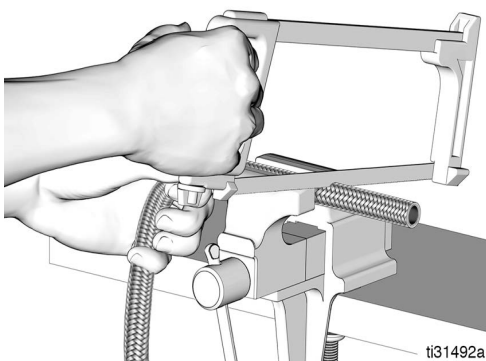

FIG. 61
2. Corte el extremo de la manguera con una sierra de dientes finos o un disco de corte (FIG. 61).